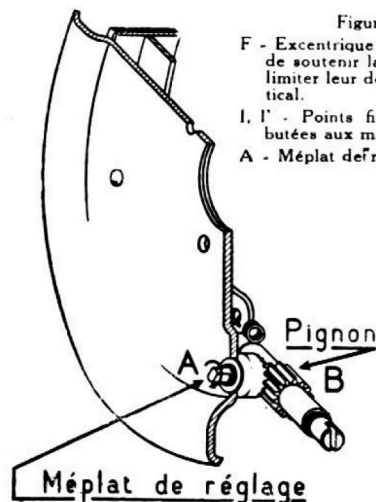

Figure 3
a) Tourner le méplat de réglage A (figure 3) dans le sens des aiguilles d'une montre (en vissant) jusqu'au blocage complet de la roue.